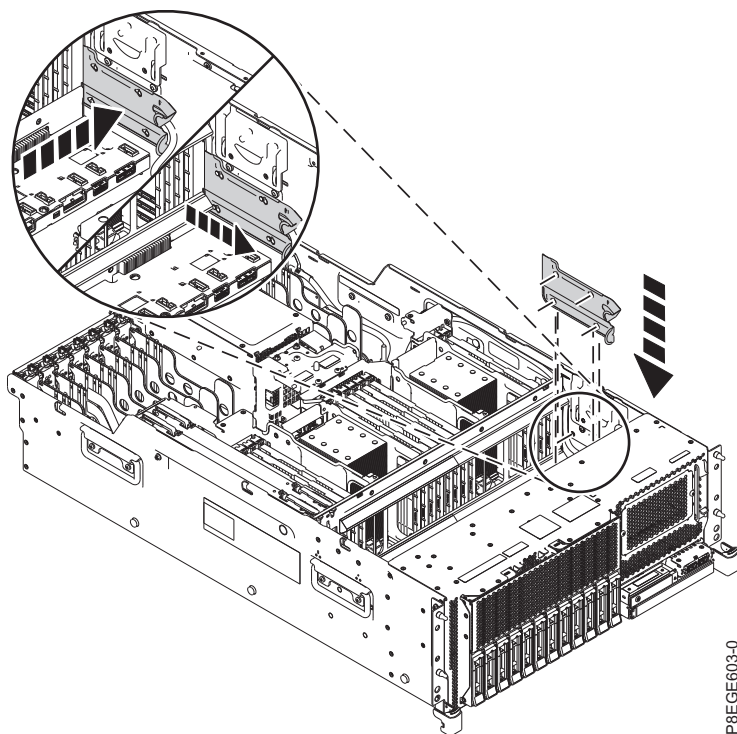

Figure 4. Remise en place du cache du câble USB
5. Remettez en place le cache du câble USB en insérant les encoches du cache sur les broches du châssis. Saisissez la poignée du haut du cache et tirez ce dernier vers l'avant du système jusqu'à ce que les encoches soient installées sur les broches et que la poignée du haut du cache se bloque. Voir figure 4, à la page 7.